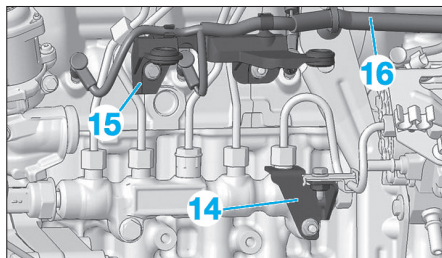

Fig. 42
- la patte de maintien (14) (Fig.42),
- le support de la boîte à air (15).
- Écarter le faisceau d'alimentation des bougies de préchauffage (16).